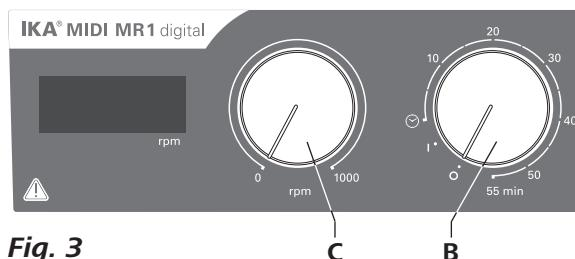

Fig. 3
- ☞ Pour mettre l'appareil en marche, tournez le bouton rotatif « **Marche/Arrêt** » et « **Minuteur** » (B, voir Fig. 3) dans le sens des aiguilles d'une montre en position « **1** ».
- ☞ Pour arrêter l'appareil, tournez le bouton rotatif « **Marche/Arrêt** » et « **Minuteur** » (B) en position « **0** ».
- ☞ Réglez le régime du moteur avec le bouton de réglage « **Vitesse de rotation** » (C, voir Fig. 3). Le régime du moteur peut être réglé de 0 à 1000 rpm pour le **MIDI MR 1 digital** et de 0 à 600 rpm pour le **MAXI MR 1 digital**.